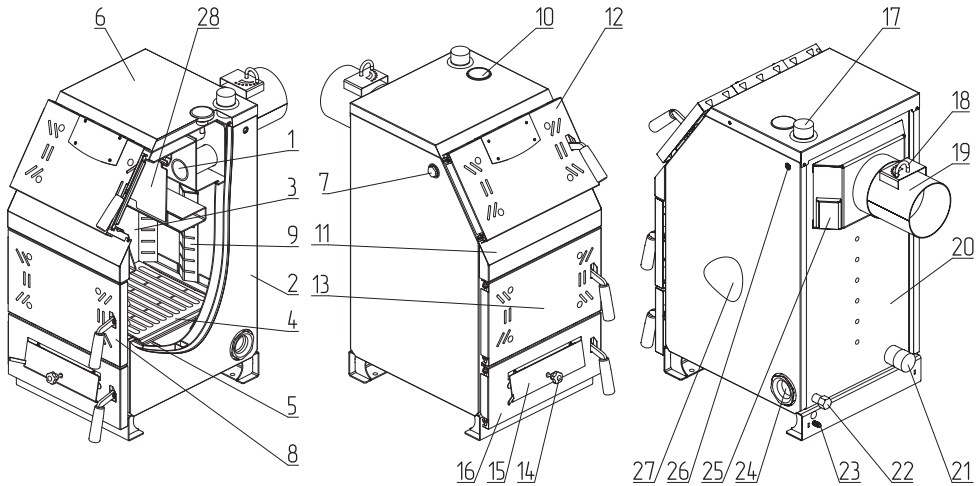

Рис. 1 Устройство котла ZOTA Тополь-М
- Эксплуатировать котел без установленного зольного ящика (**Рис. 1, поз. 5**);
- Эксплуатировать котел без установленной заслонки (**Рис. 1, поз. 28**);
- Установка блоков ТЭН происходит в нижней части котла вместо заглушки (**Рис. 1, поз. 24**);